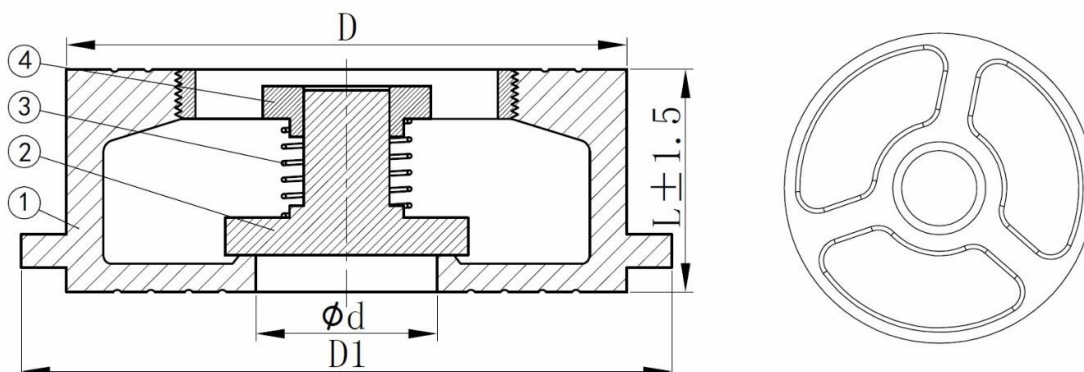

Рис.1 Клапан обратный осевой дисковый межфланцевый
Таблица №2. Спецификация материалов обратных клапанов (Рис.1)
- 3.1. Основные элементы конструкции клапана приведены в табл. №2 и на рис. 1.